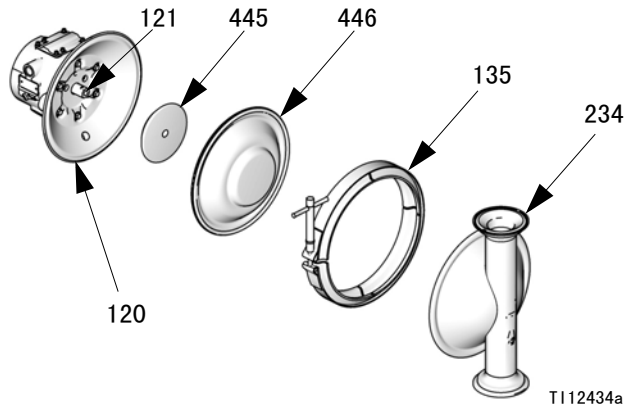

图 21
3. 卸下将流体盖 (234) 固定在空气盖 (120) 上的管夹 (135)。将流体盖 (234) 从泵上拉出。参见图 21。
5. 隔膜用手拧紧组装。要拧松隔膜，应牢固地抓住两个隔膜的外沿并逆时针旋转。其中一个隔膜组件可任意移动，而另一个仍然连接在轴上。卸下可任意移动的隔膜 (446) 和空气侧隔膜板 (445)。
6. 将对面的隔膜组件和主轴 (121) 拉出中心机壳 (101)。用 19 毫米开口扳手夹住轴平面并将隔膜和空气侧隔膜板从轴上卸下。
7. 检查隔膜主轴 (121) 是否磨损或有划伤。若有损坏，应检查轴承 (117) 情况。若轴承已损坏，则请参见第 28 页。
8. 将 0 形圈挑针伸进中心机壳 (101)，勾住 U 形环垫圈 (110) 一起将其拉出机壳。未卸下轴承 (117) 时也可进行该操作。